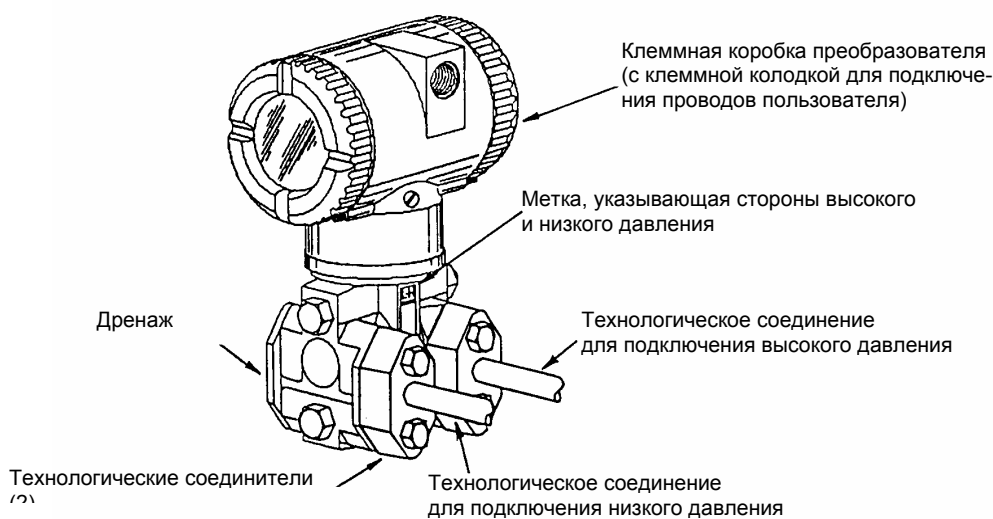
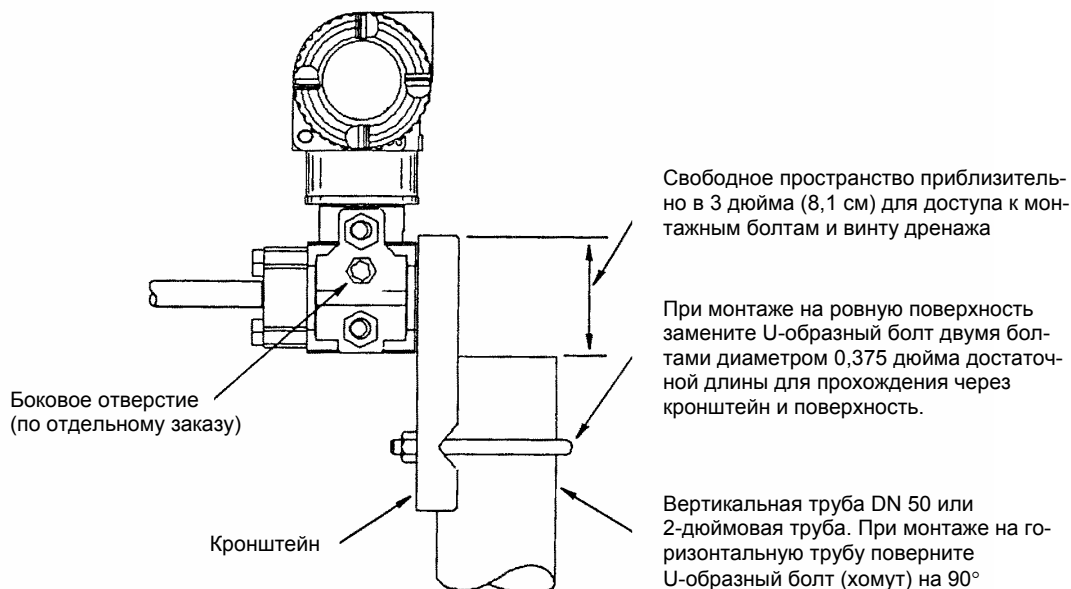

Рис.3. Преобразователь, смонтированный на технологическом трубопроводе
Рис. 4. Монтаж преобразователя на трубе или поверхности
Преобразователь может держаться на технологических трубопроводах, как показано на Рис. 3, или же может монтироваться вертикальную или горизонтальную трубу или поверхность при помощи поставляемого по отдельному заказу монтажного кронштейна, показанного на Рис. 4.
1. Если преобразователь не устанавливается в вертикальном положении в соответствии с Рис. 3 или Рис. 4, откорректируйте выходной сигнал нуля, чтобы устранить эффект влияния положения преобразователя.
На Рис. 3 показан преобразователь, смонтированный на технологическом трубопроводе.
В соответствии с Рис. 4 закрепите монтажный кронштейн на преобразователе при помощи двух прилагаемых пружинных шайб и винтов. С помощью монтажного кронштейна закрепите преобразователь на вертикальной или горизонтальной трубе DN 50, или на 2-х дюймовой трубе. Чтобы прикрепить преобразователь к горизонтальной трубе, поверните U-образный болт (хомут) на 90° от положения, показанного на Рис. 4. Монтажный кронштейн также может применяться при монтаже на стену, в этом случае кронштейн крепится к стене с использованием монтажных отверстий для U-образного болта.
Имейте в виду, что стороны низкого и высокого давления преобразователя обозначены метками L (низкое) и H (высокое) сбоку датчика над табличкой с предупреждением, как показано на Рис. 3.